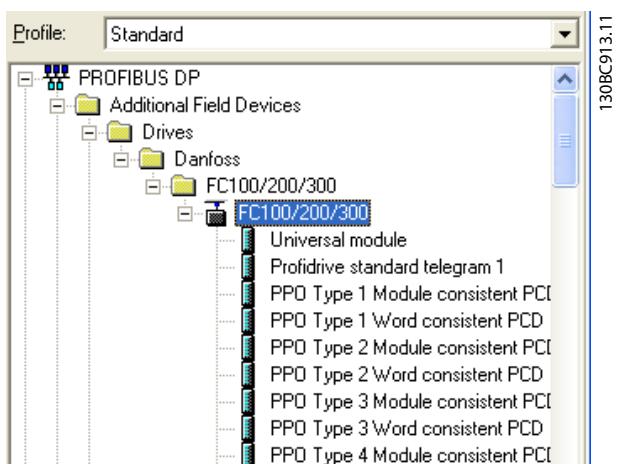

Abbildung 3.4 Importieren einer GSD-Datei und einer Bitmap
3. Verwenden Sie den Browser für die GSD-Datei, installieren Sie alle Dateien und importieren Sie eine GSD-Datei sowie eine Bitmap für das Gerät in den Hardware-Katalog. Siehe *Abbildung 3.4* und *Abbildung 3.5*.